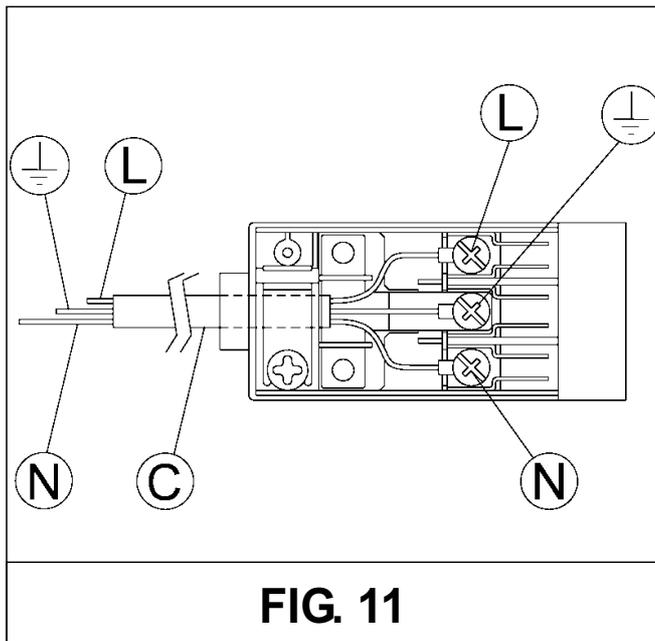

FIG. 11
- dotar en el cable de alimentación "C", en el caso de que no lo disponga (véase fig. 11), una clavija normalizada para la carga indicada en la etiqueta indicativa.
- Conectar los cables como muestra el esquema de la fig. 11, respetando las siguientes correspondencias: